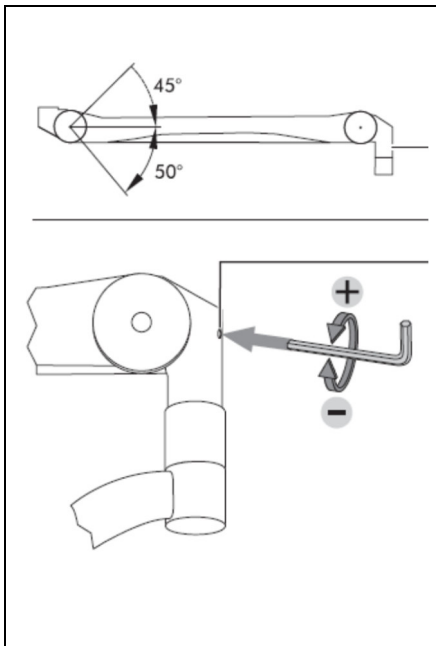

Bild 29: Einstellung des Höhenanschlags
1. Den Imbusschlüssel (Bild 29) in die Öffnung zur Einstellung des Federarmes einführen.